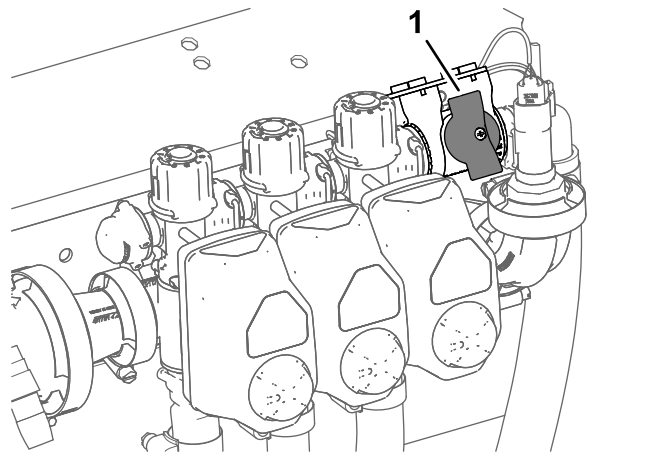

Figura 34
4. Per le macchine utilizzate in modalità con volume di applicazione, assicuratevi che la manopola della valvola di intercettazione del bypass delle sezioni sia sulla posizione chiusa (Figura 34).
5. Se la macchina è utilizzata in modalità con volume di applicazione, assicuratevi che la manopola della valvola di intercettazione del bypass delle sezioni sia sulla posizione chiusa (Figura 34).